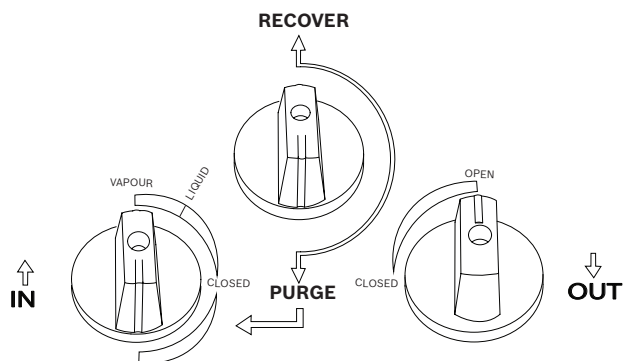

Fig. 4: Positions des vannes pour purger le réfrigérant résiduel
- ⇒ Le liquide réfrigérant devrait commencer à s'écouler dans le réservoir. Il est possible de s'en assurer à l'aide de l'indicateur de niveau (Fig. 4, Pos. 8). Voir la Fig. 4.